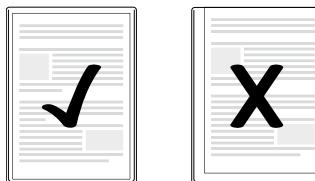

Fig. 1
- Vær opmærksom på, at alle dokumentets kanter skal have mindst to millimeter afstand til folielommens kant som vist på fig. 1.